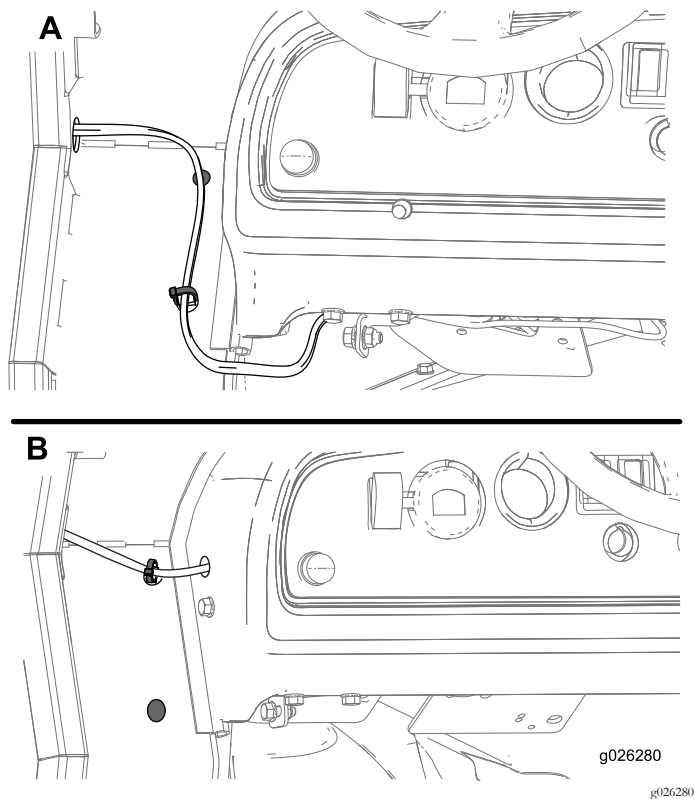

图12
- 将线束布置在控制面板下方图12的 A 框。将线束夹装在侧板下方的孔中将插头装在上方的孔中。
- 在控制台上钻一个孔将线束夹装在侧板上方的孔中将插头装在下方的孔中图12的 B 框。